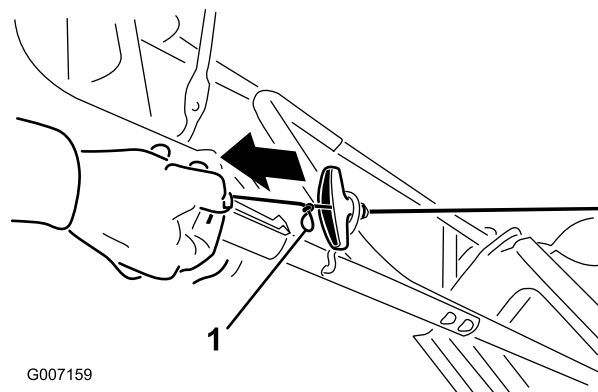

Figura 5
2. Desate el nudo corredizo de la cuerda de arranque (Figura 5).